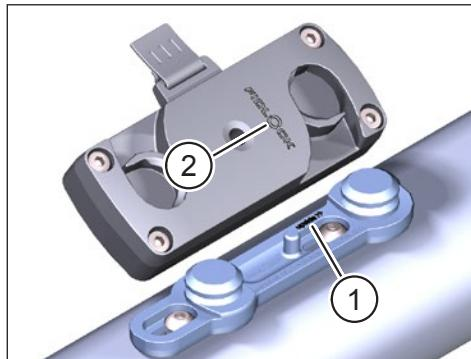

Fig. 2: Orientation du FIDLOCK® Bike Base et du FIDLOCK® Force Connector
- ▶ Lors du montage, tenir compte de l'inscription „**upside >>**“ (élément 1 Fig. 2) gravée sur le FIDLOCK® Bike Base. Le bord supérieur du logo FIDLOCK® (élément 2 Fig. 2) sur le FIDLOCK® Force Connector doit être orienté dans le sens de la flèche „**upside >>**“.